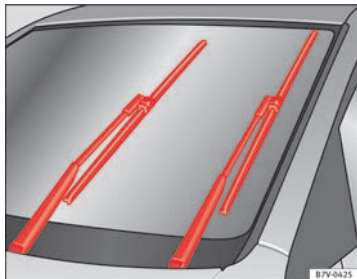

Abb. 131 Scheibenwischer in Servicestellung
- Die Zündung ein- und wieder ausschalten und anschließend (vor Ablauf von ca. 9 Sekunden) den Scheibenwischerhebel auf die Position Tippwischen stellen. Die Scheibenwischer stellen sich in die Servicestellung → Abb. 131.